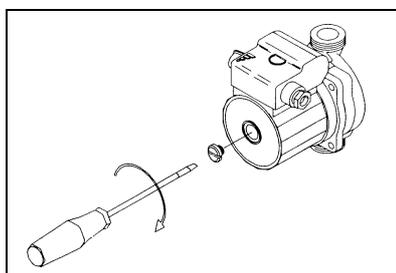

Figura 3-3
- Quando la caldaia rimane inattiva per un lungo periodo, prima di inserire l'interruttore generale, verificare che non sia bloccato l'albero motore del circolatore. Per questa operazione occorre (vedi Figura 3-3):